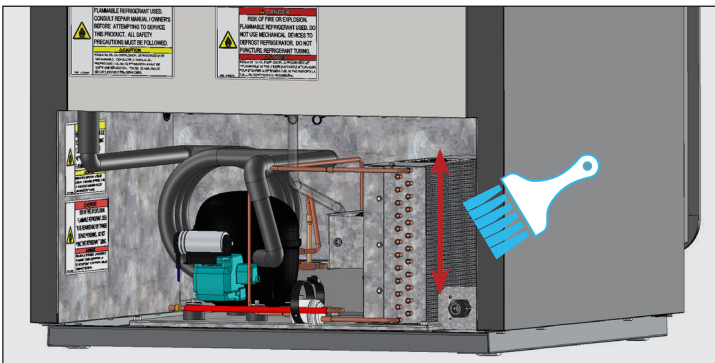

Fig. 3. No pase nunca el cepillo por las aletas del serpentín.
3. Con un cepillo de cerdas duras, limpie cuidadosamente la suciedad acumulada en las aletas delanteras del serpentín del condensador. Consulte la fig. 3.